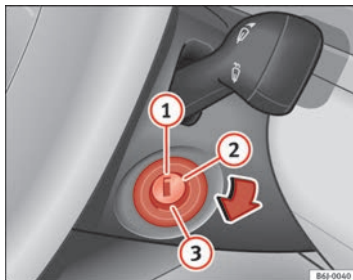

Fig. 98 Posizioni della chiave d'accensione
In questa posizione ⇒ **fig. 98** sia il motore che il quadro sono spenti e si può inserire il bloccasterzo.
- Girare la chiave fino alla posizione ⇒ fig. 98 ②. La spia  si accenderà nel caso di preincandescenza del motore.
- Quando la spia si spegne, mettere in moto girando la chiave nella posizione ③, senza dare gas.
- Girare la chiave fino alla posizione ⇒ fig. 98 ①.